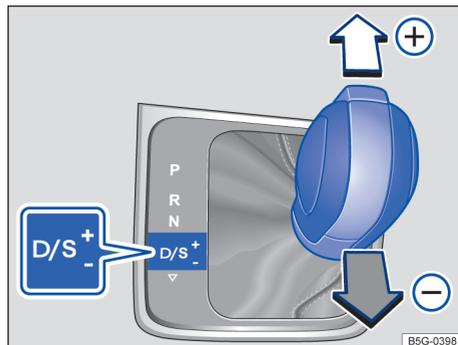

Fig. 115 Alavanca seletora na posição Tiptronic (veículos com o volante à esquerda). Em veículos com o volante à direita, a disposição é simétrica.
- Para trocar para uma marcha mais longa ou mais curta, empurre levemente a alavanca seletora para frente (+) ou para trás (-) → Fig. 115.